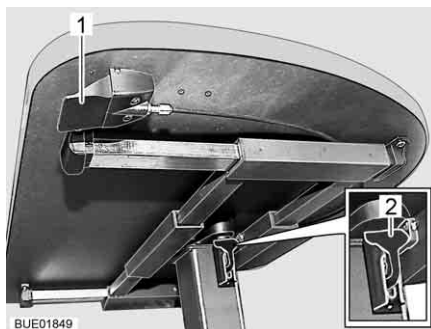

Fig. 71 Tavolo rialzabile con tasto di sblocco
- Tirare o spingere la leva di serraggio (Fig. 71,2) verso il basso.
- Premere verso l'alto la leva di serraggio (Fig. 71,2).
- Premere e tenere premuto il tasto di sblocco (Fig. 71,1). Il piano del tavolo va automaticamente verso l'alto fino al fine corsa.
- Rilasciare il tasto di sblocco (Fig. 71,1). Il piano del tavolo rimane nella posizione selezionata.
- Premere e tenere premuto il tasto di sblocco (Fig. 71,1).
- Rilasciare il tasto di sblocco (Fig. 71,1). Il piano del tavolo rimane nella posizione più bassa.